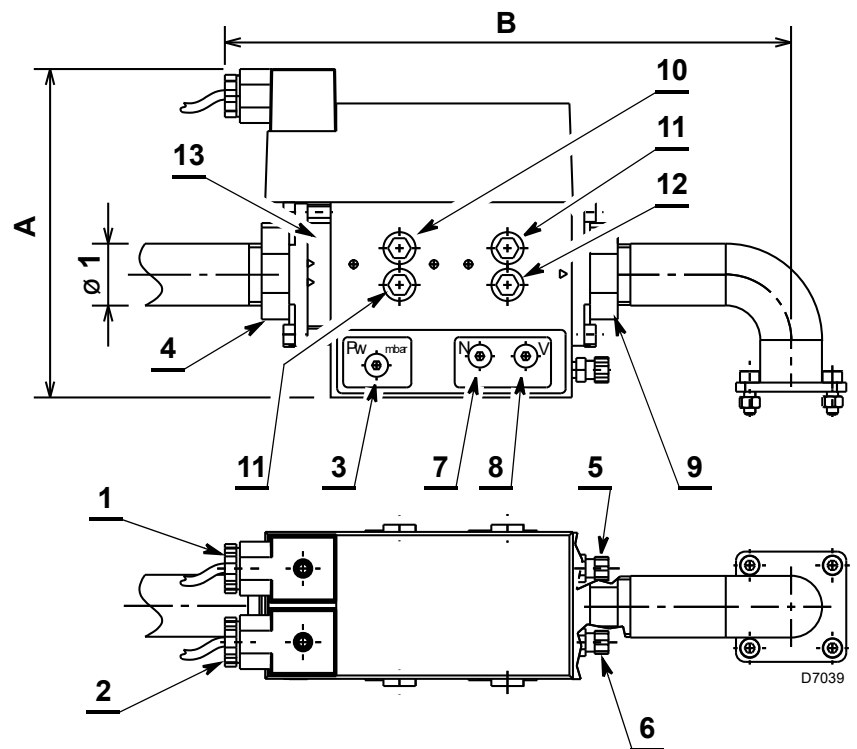

Abb. 1
- Den Schutzstopfen des Flansches (4, Abb. 1) abmontieren und die Gaszuleitung anschließen.